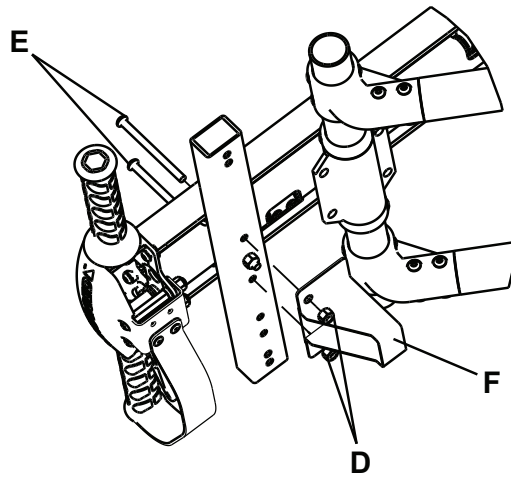

Figura 7 – Staffa di guida
- a. Utilizzando una chiave Allen M4 e una chiave inglese M11, rimuovere i due dadi esagonali Fiberlock (D) dalle due viti a esagono incassato (E) situate al lato piedi della barella (Figura 7). Mettere da parte i dadi e le viti.
- b. Posizionare la staffa di guida fornita in dotazione (F) (610000010008) sulle due viti a esagono incassato (messe da parte al punto 3a) (Figura 7). Utilizzando una chiave dinamometrica, fissare con i dadi esagonali Fiberlock (D) (rimossi al punto 5a).